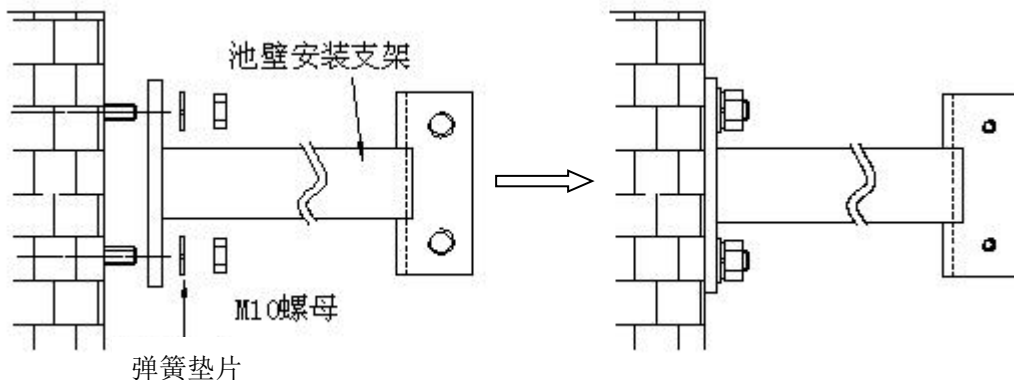
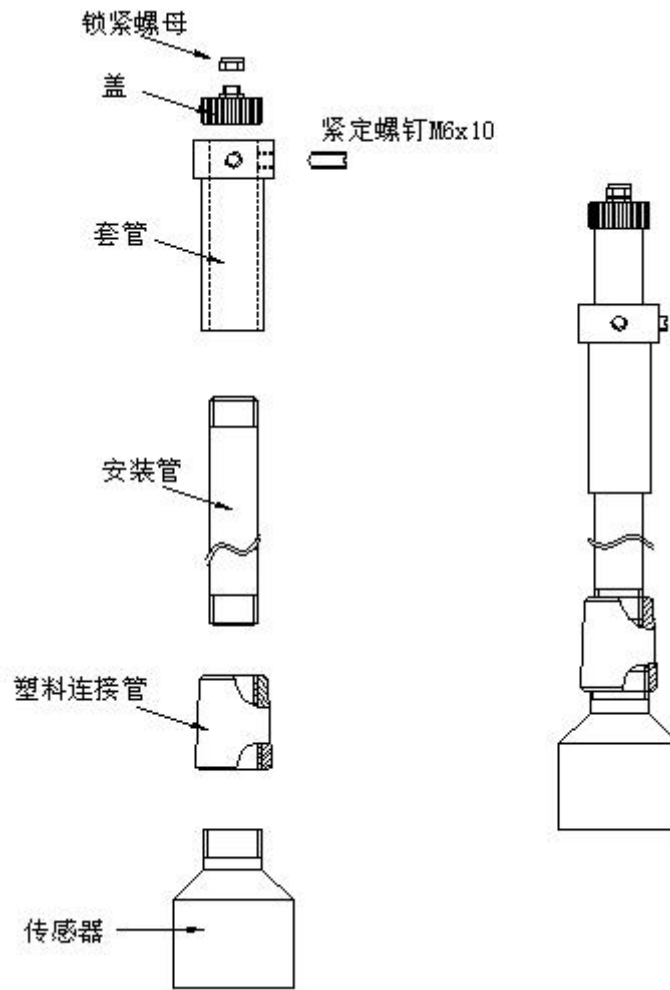

图 2-3 传感器池壁支架安装示意图
图 2-4 传感器支架安装示意图
1、首先在安装传感器的池壁合适位置打入四个 M10 钢制膨胀螺栓，将如图 2-4 所示的传感器池壁安装支架通过 M10 螺母和弹簧垫片固定在池壁的螺栓上，安装完成后如图 2-3 中右图所示。
2、将浸没式传感器的电缆穿过塑料连接管、安装管、套管、盖和锁紧螺母；将浸没式传感器的螺纹与塑料连接套的螺纹孔相接并拧紧；塑料连接套则与安装管相连；然后将安装管穿过套管，根据现场测量深度通过两个紧定螺钉将套管与安装管固定；将盖与安装管拧紧，防止雨水和其他物质进入安装管；将锁紧螺母拧紧，固定电缆。传感器与安装管安装完成后如图 2-4 所示。